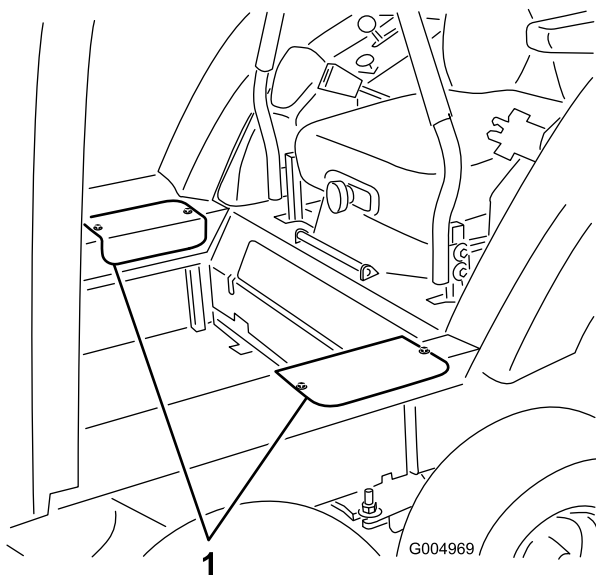

Рисунок 74
6. Отверните два винта крепления крышки доступа с каждой стороны и снимите крышки (Рисунок 74)